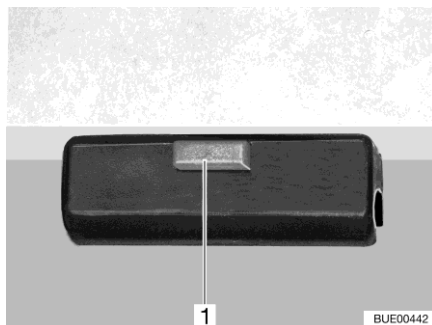

Fig. 97 Bloccaggio
- Aprire il bloccaggio (Fig. 97,1) del piano del tavolo.